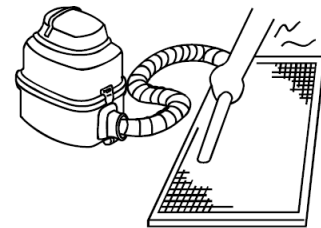

Fig. 6-3
- El lado de entrada de aire debe estar en dirección hacia arriba al usar una aspiradora. (Véase *Fig. 6-3*)